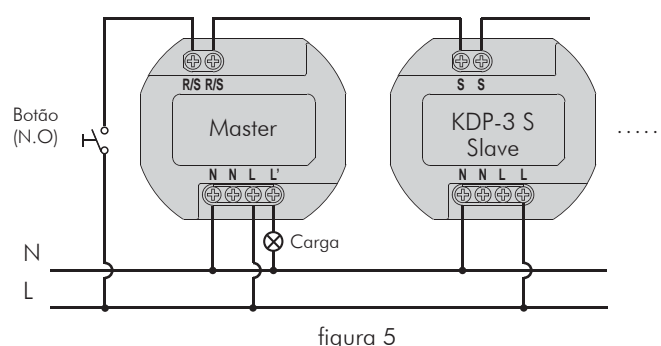
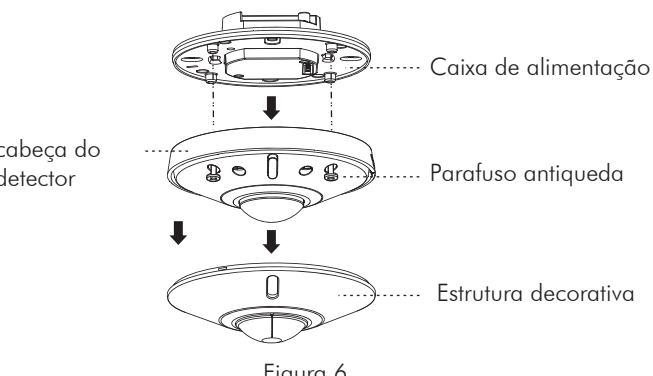
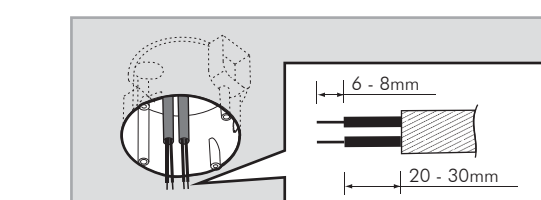
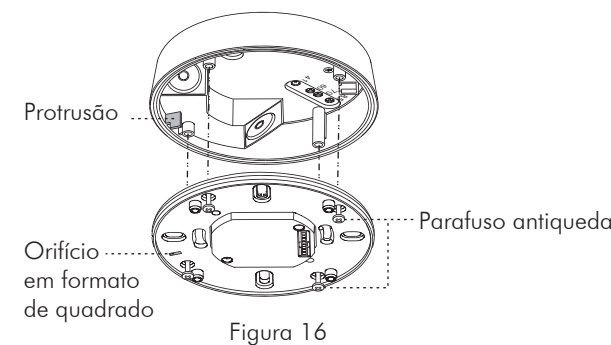

figura 5
Figura 6
Figura 7
Figura 16
Operação slave/master (O número máximo de detectores que podem estar conectados ao terminal R/S do detector master é de 10) (Veja a figura 5).
- 3.4.1.1 Retire a estrutura decorativa do KDP-3 S. Em seguida, desencaixe a cabeça do detector da caixa de alimentação, extractando os 4 parafusos (Veja a figura 6).
- 3.4.1.2 Puxe os cabos de potencia AC da caixa de junção para padrões europeus (Veja a figura 7) e, em seguida, descasque 6 – 8 mm de revestimento dos cabos para a fiação (Veja a figura 5).
- 3.4.1.4 Fixe a cabeça do detector na caixa de alimentação, inserindo seus parafusos nos orifícios correspondentes, e, em seguida, cubra a estrutura decorativa (Veja a figura 6).
- 3.4.2.3 Por favor, consulte a ilustração da figura 5 para a fiação correta e, então, parafuse o KDP3/5 firmemente.
- 3.4.3.5 Consulte os diagramas de fiação para a conexão correta dos fios (veja a figura 5). Há um buraco em formato de quadrado na chapa de fixação. Ao colocar a chapa de fixação na caixa de junção, por favor encaixe o fillister na saliência da caixa de junção (veja a figura 16) e, em seguida, fixe a cabeça do detector na caixa de alimentação seguindo a figura 6 e monte-a com 4 parafusos antiqueda.